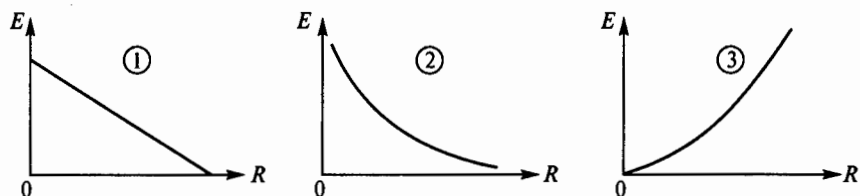

Рис. 1
**1.3.** Какой из трех приведенных на рис. 1 графиков соответствует изменению напряженности поля уединенного заряженного тела?